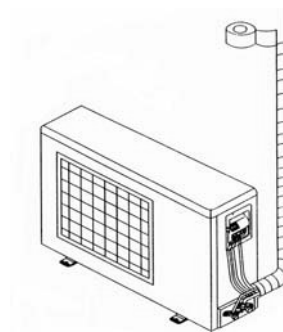

Abb. 5
- (1) Mit Klebeband bündeln Sie die Verbindungsleitung und die Kabel. Um Kondenswasserfließen aus dem Abflussrohr zu vermeiden, trennen Sie das Abflussrohr von der Verbindungsleitung und den Kabeln.
- (2) Umwickeln Sie die Rohre mit einem wärmedämmenden Band von unten vom Außengerät bis zum oberen Ende, wo die Röhre in die Wand eintreten. Beim Umwickeln mit dem wärmedämmenden Band muss die nächste Windung eine Hälfte der vorigen Windung des Bandes überdecken. (Siehe Abb. 5.)
- (3) Die umwickelte Rohrleitung muss mit Haltern an die Wand befestigt werden.